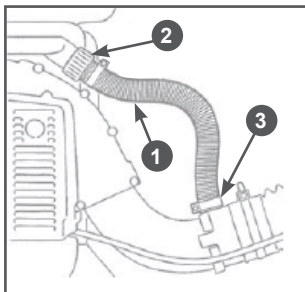

Рис. 12 Установка шланга распылителя
- Установите вместо выпускного шланга опрыскивателя шланг распылителя 1 (Рис.12), закрепите его гайкой 2 на патрубке бака и хомутом 3 на патрубке напорной трубы.